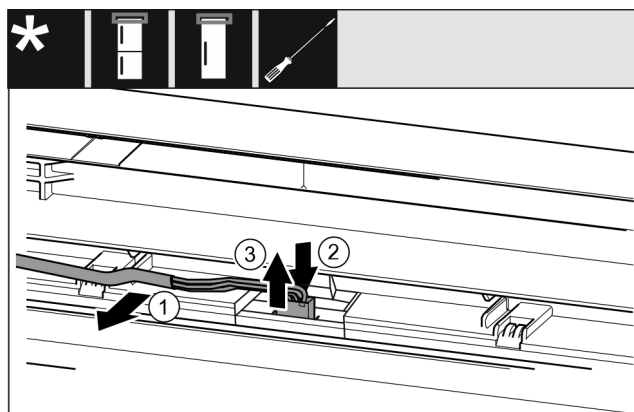

Fig. 20
- 将灰色电缆小心地从门内的导向装置上松开。 Fig. 20 (1)
- 向后按住插头后方的接片。 Fig. 20 (2)
- 小心地向上拉出插头。 Fig. 20 (3)